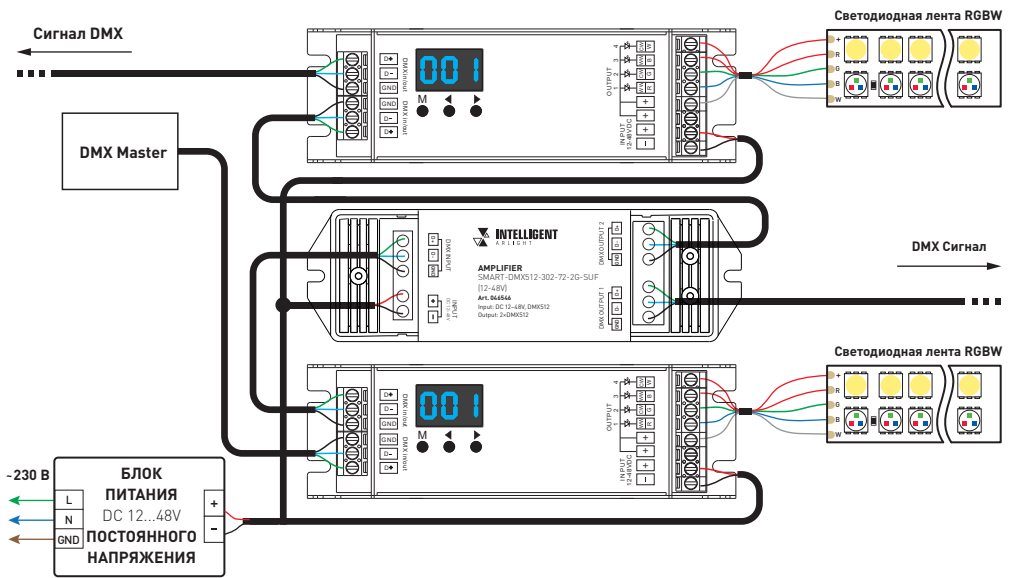

Рис. 1. Схема подключения усилителя
3.2. Подключите усилитель согласно схеме, приведенной на рис. 1.